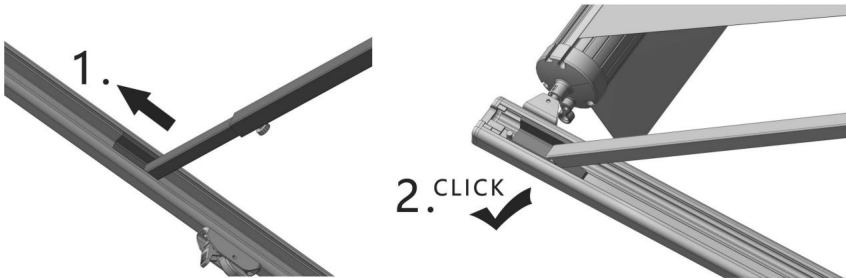

Abbildung D5
4.1.4 Schieben Sie die Innenstange entlang der Stützstange heraus, schieben Sie sie und befestigen Sie sie in der Schnalle am Kopf des Stützarms (Abbildung D5). Ziehen Sie anschließend den schwarzen Feststellknopf fest, um die Innenstange zu fixieren.